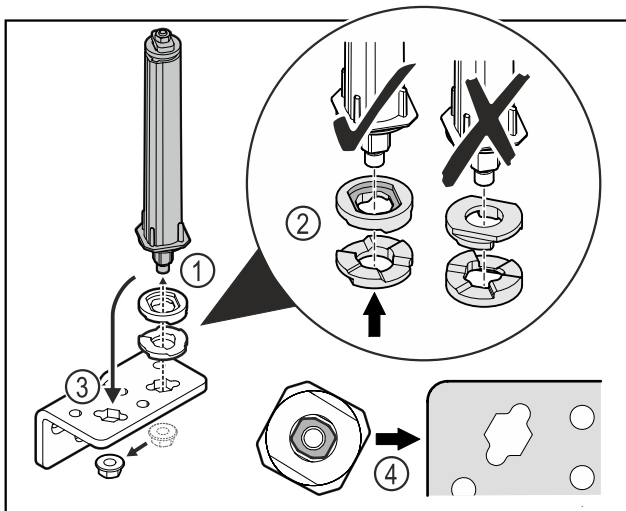

Fig. 31
- Lossa muttern och ta bort dörrlåssystemet Fig. 31 (1).
- Se till att rikta brickorna för höjdjustering korrekt Fig. 31 (2).
- Flytta dörrlåssystemet i gångjärnsfästet och fixera med muttern Fig. 31 (3).
- Kontrollera att dörrlåssystemet är korrekt riktat vid monteringen Fig. 31 (4).